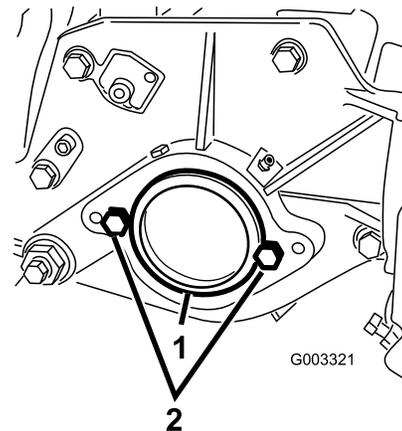

Bild 17
2. Nehmen Sie rechts am Mähwerk den Plastikstöpsel vom Lagergehäuse ab (Bild 17).
3. Nehmen Sie die zwei Kopfschrauben von der rechten Seitenplatte ab (Bild 17).
1. Plastikstöpsel 2. Kopfschraube (2)
5. Schrauben Sie die zwei Befestigungsschrauben für den Spindelmotor lose an der linken Seitenplatte des Mähwerks fest (Bild 17).